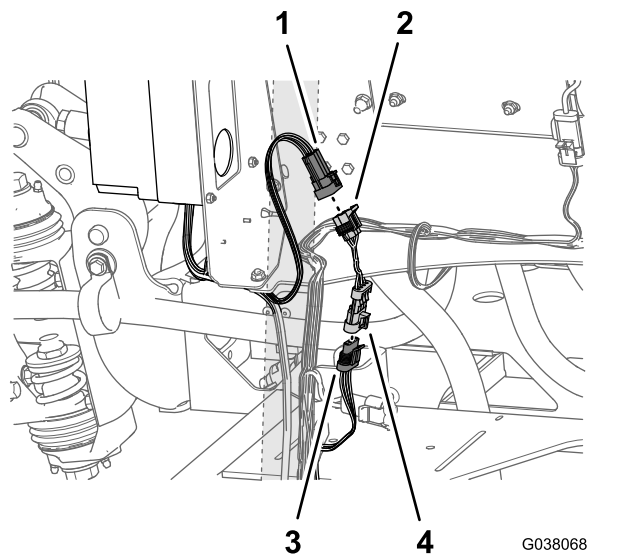

Рисунок 119
2. Подсоедините 4-штыревой соединитель промежуточного жгута проводов к 4-гнездовому соединителю заднего жгута проводов с маркировкой HOSE REEL (ШЛАНГОВЫЙ БАРАБАН) (Рисунок 119).
3. В задней части блока управления распылителем или электрическим шланговым барабаном найдите 6-гнездовой соединитель (Рисунок 119) с маркировкой RATE SWITCH INTERCONNECT (OPTIONAL SPRAY GUN) (ПРОМЕЖУТОЧНОЕ СОЕДИНЕНИЕ ПЕРЕКЛЮЧАТЕЛЯ ИНТЕНСИВНОСТИ ОПРЫСКИВАНИЯ (ДОПОЛНИТЕЛЬНЫЙ РАСПЫЛИТЕЛЬ)).
4. Вставьте 6-штыревой соединитель (промежуточное соединение переключателя интенсивности опрыскивания) в 6-гнездовой соединитель промежуточного жгута проводов (Рисунок 119).